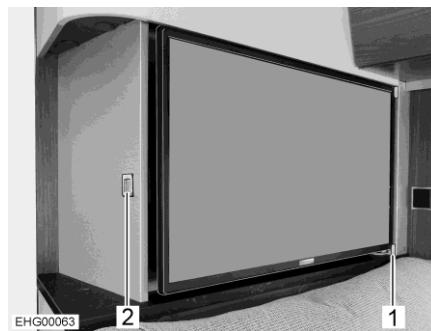

Bild 70 Flachbildschirm
Der Flachbildschirm ist seitlich mit einer Führungsschiene (Bild 70,1) gesichert.
- Entriegelungstaste (Bild 70,2) drücken.
- Flachbildschirm aus der Führungsschiene (Bild 70,1) in gewünschte Position ziehen.
- Flachbildschirm zurückschieben, bis er seitlich in die Führungsschiene (Bild 70,1) einrastet.